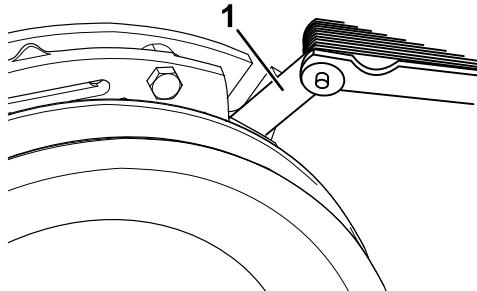
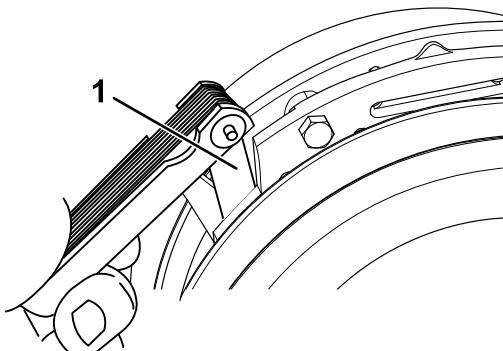

Bild 65
Bild 66
- E. Prüfen Sie mit einer Führerlehre (0,025 mm) den Abstand zwischen dem Drehzylinder und der Vorderseite der Lehre an beiden Seiten des Bremsschafts, wie in **Bild 65** und **Bild 66** abgebildet.